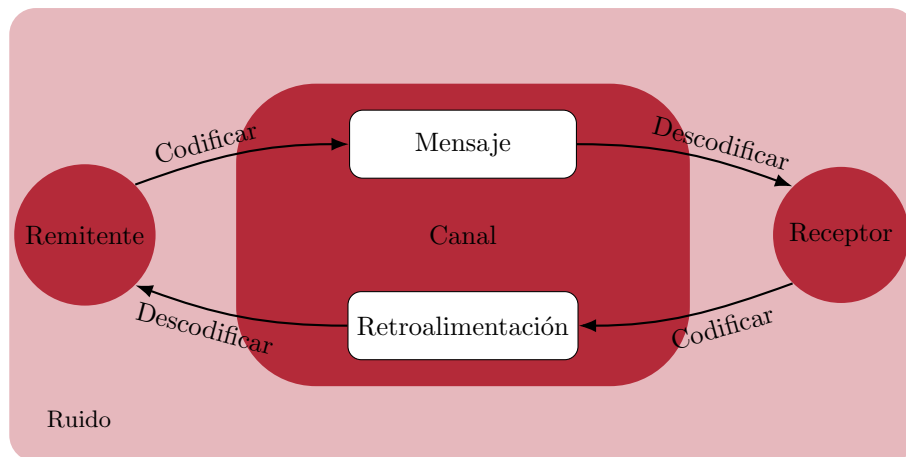

Figura 3.1: Modelo de comunicación
La comunicación incluye el intercambio de la información adecuada, entregada de manera precisa y coherente a todas las partes interesadas. En la comunicación se tiene (Figura 3.1):
Es importante darse cuenta de que la comunicación, independientemente del canal, casi siempre se ve perturbada por el ruido. El **ruido** es todo aquello que interrumpe la comunicación, y puede producirse durante la transmisión del mensaje. Las causas del ruido pueden encontrarse en el mensaje, el canal, el emisor y el receptor (Figura 3.1). El ruido puede ser interno o externo:
- **Comunicación interactiva.** Se trata del modelo explicado en la Figura 3.1, donde hay un intercambio multidireccional de información en tiempo real. Se llega a un entendimiento fácilmente al haber retroalimentación (conversaciones cara a cara, reuniones, llamadas de teléfono, videoconferencias...). Se trata, por tanto, de la más efectiva.